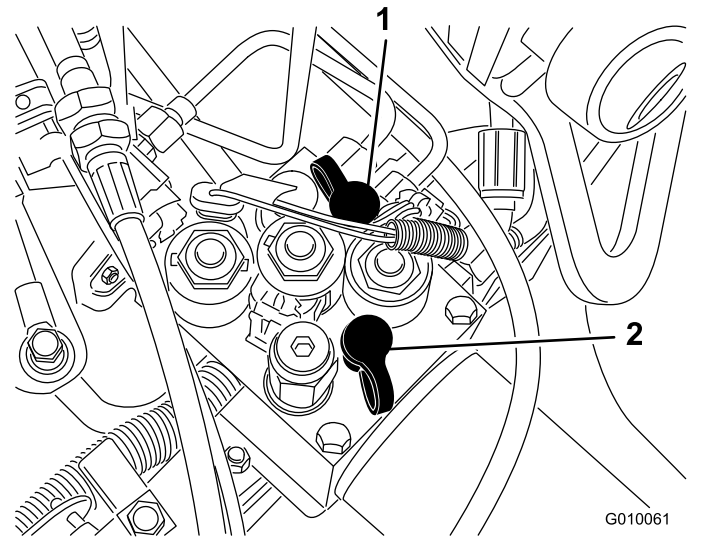

Figura 61
- Il foro diagnostico G 1 (**Figura 61**) agevola la diagnostica della pressione del circuito di sollevamento.
- Il foro diagnostico G 2 (**Figura 61**) agevola la diagnostica del circuito di ricarica della trazione.